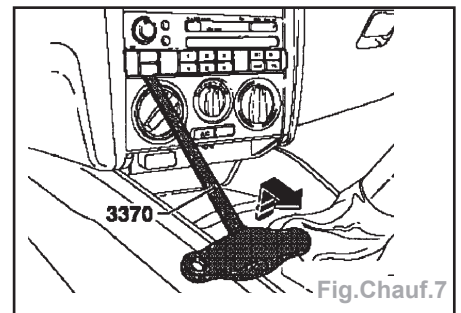

Fig. Chauff.7
- A l'aide de l'outil spécial 3370, retirer l'écran sur la régulation du chauffage et climatiseur (Fig. Chauff.7).